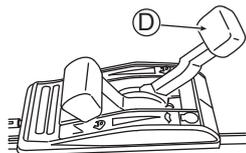

Abb. 18
5. Passen Sie die Geschwindigkeit mithilfe des Ganghebels (D) an. (Siehe Abb. 18)